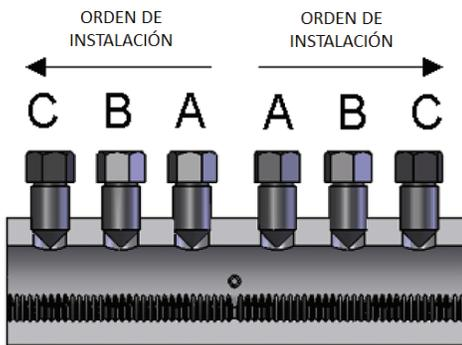

Figura 1b - Corte transversal de S1
Paso 1 (S1): Se deben leer todas las instrucciones antes de empezar su instalación. Asegúrese que el LENTON LOCK sea del tamaño correcto para la varilla correspondiente y según los diseños. El producto llegará armado como se muestra en la Figura 1b. Para el S1, todos los pernos tienen la punta cónica.